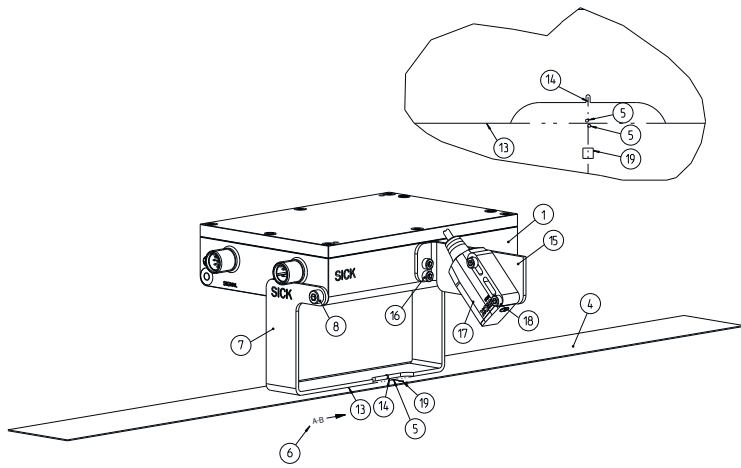

Abbildung 8: Montage eines Triggersensors
#### 6.8 Längenmessung mit einem Trigger-Sensor (Bild 8)
- Montieren Sie den Trigger-Sensor an die geeignete Stelle. Beachten Sie dabei die Montageanleitung des externen Sensors sowie die Beschreibung zu Längenmessung mit einem Trigger-Sensor \(Bild 8\).